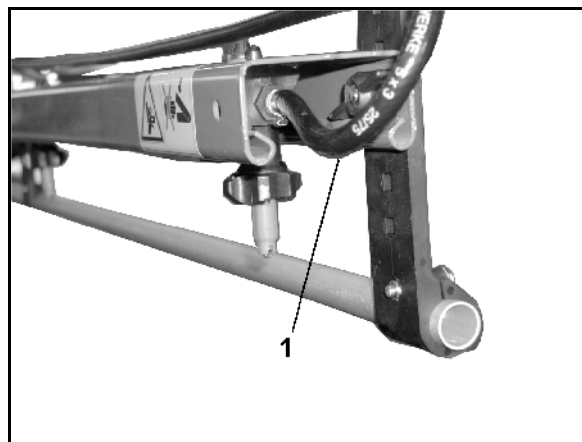

Рис. 85
- При включенной принудительной циркуляционной системе дает возможность для постоянной циркуляции жидкости в трубопроводе опрыскивателя. Для этого для каждой линии имеется промывочный шланг (Рис. 85/1).
- Для этого для каждой линии имеется промывочный шланг (Рис. 85/1).